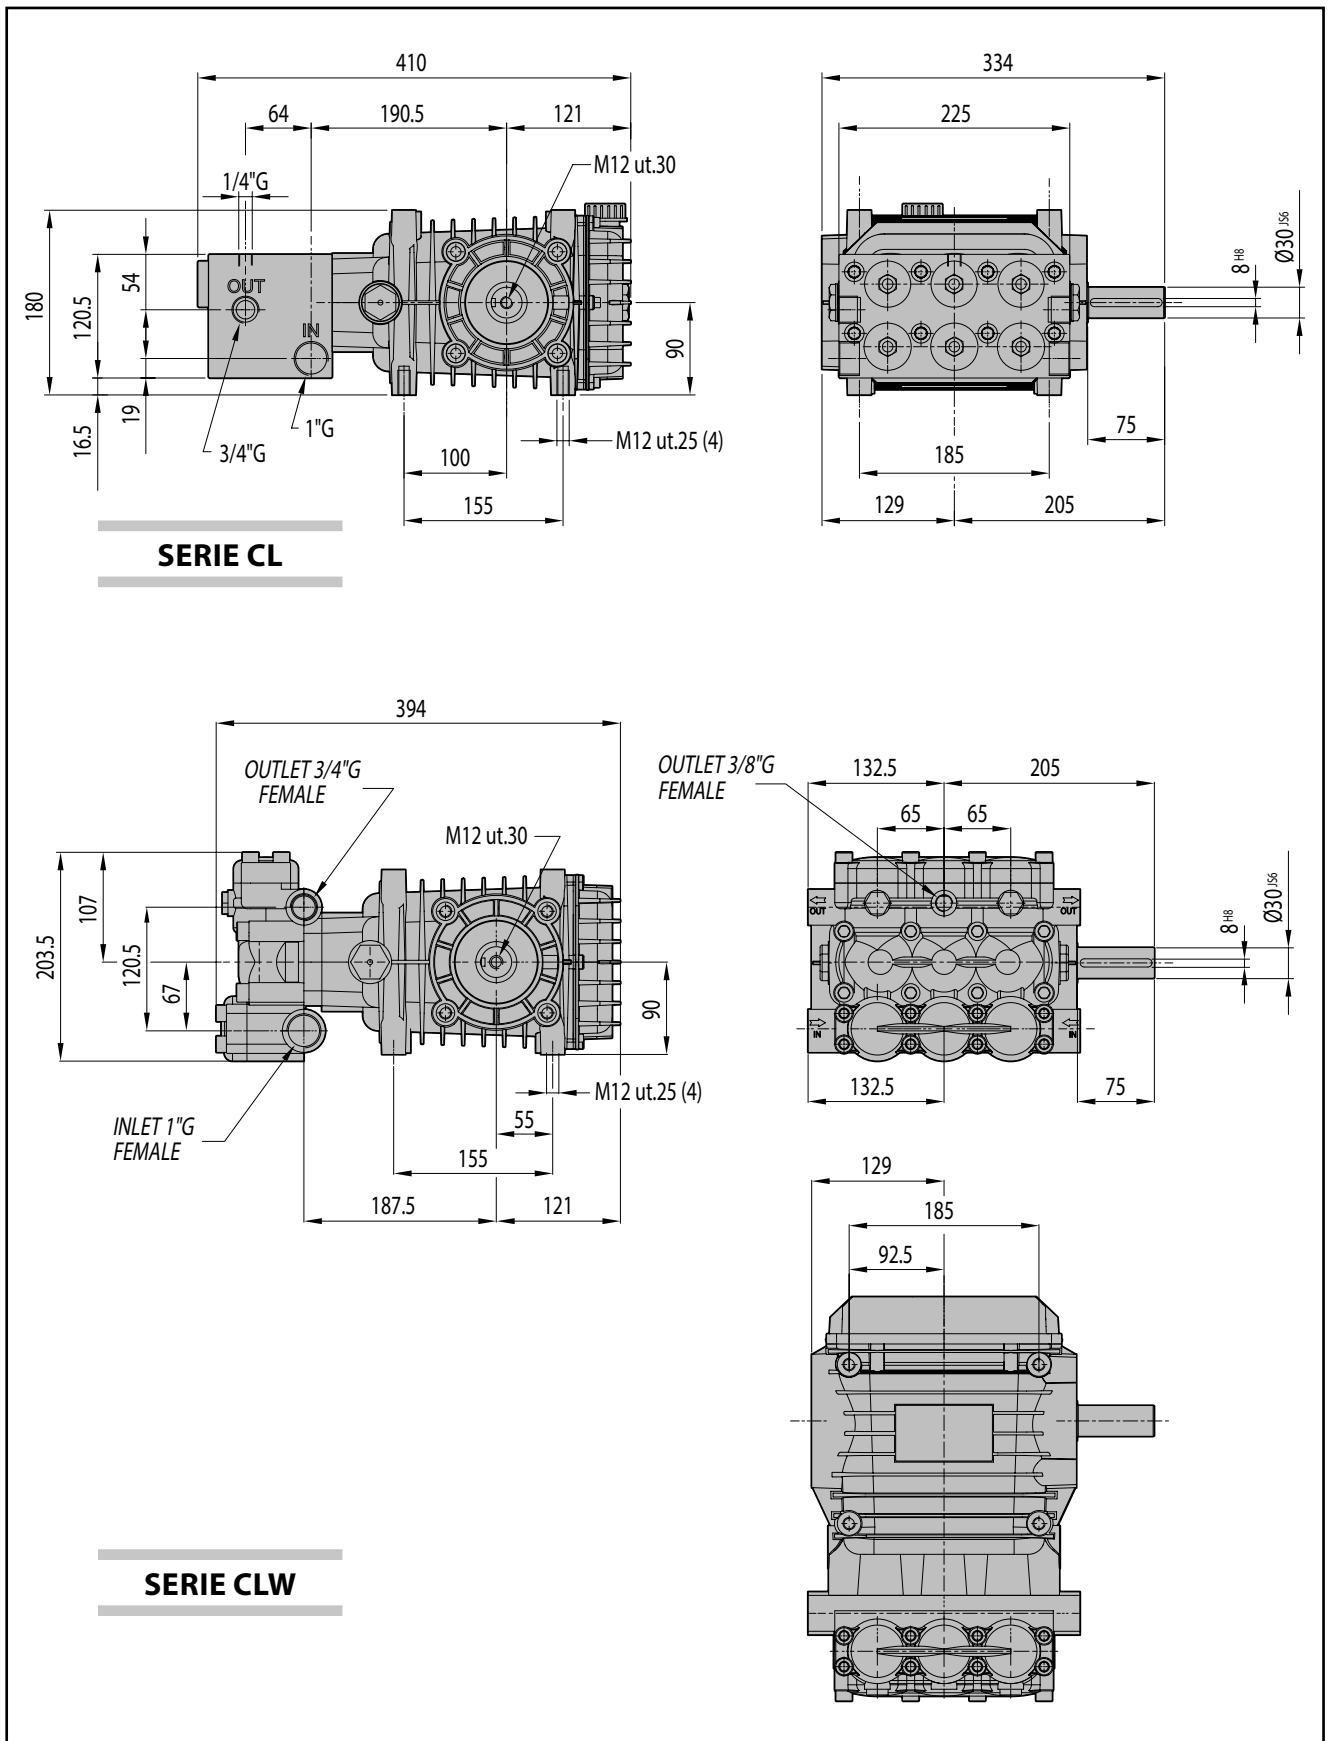

Fig. 1
- La bomba habrá que fijarla de manera estable. El bloque de apoyo debe ser plano y lo suficientemente rígido para evitar desalineaciones entre la bomba y el motor, además de vibraciones en fase de trabajo. Para la fijación, utilizar los cuatro bulones de apoyo presentes en el cárter de la bomba, para las dimensiones hacer referencia a la Fig. 1.
Para las dimensiones principales, hacer referencia a la Fig. 1.